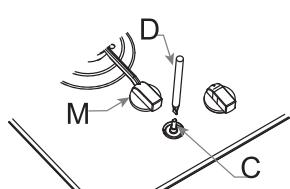

Рисунок 10
2. Снимите ручки управления "M" (Рис. 10).
3. Вставьте маленькую отвертку "D" (Рис. 10) в отверстие пробки "C" и поворачивайте регулировочный винт влево или вправо до тех пор, пока пламя горелки не станет минимальным.